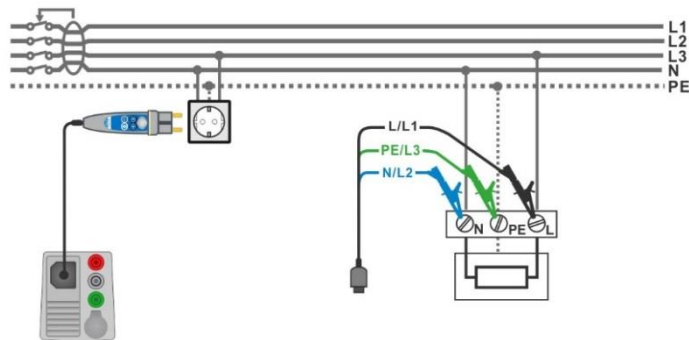

Abbildung 7.48: Anschluss des Commander-Prüfsteckers und des 3-Leiter Prüfadapters
- › Schließen Sie den 3-Leiter Prüfadapter oder den Commander Prüfstecker am Prüfling an, siehe **Abbildung 7.48**.